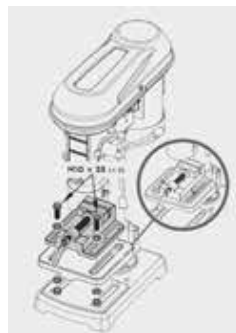

рис. 6
2.2.1 В комплект поставки станка входят тиски для фиксации заготовок, крепящиеся к рабочему столу двумя болтами. Перед сверлением закрепить тиски на рабочем столе (или основании) и надёжно зафиксировать ими просверливаемую заготовку (рис.6).